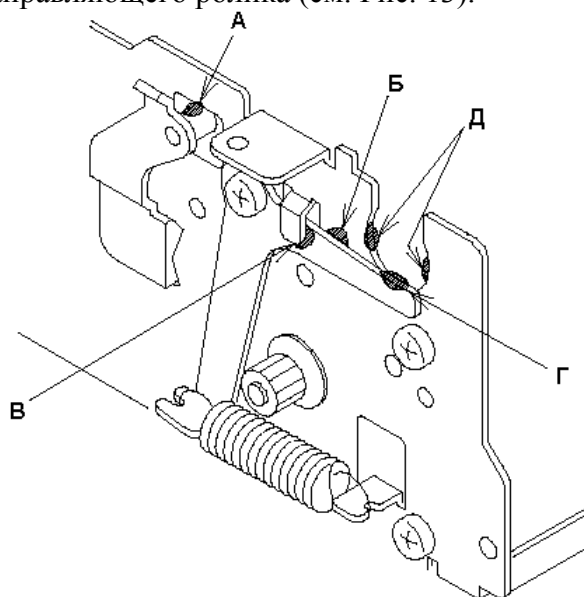

Рисунок 20 Смазка механизма ККМ
4. Элементы правого и левого рычагов замка крышки (см. Рис. 20, позиция А).
5. Трущиеся поверхности правого и левого поджимных рычагов (см. Рис. 20, позиции Б, В и Г).